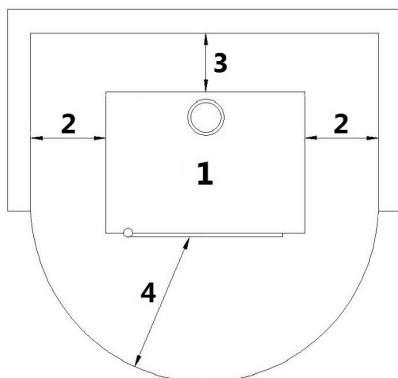

Fig. 19 - Installazione generica
LEGENDA	Fig. 19
- È obbligatorio installare la stufa staccata da eventuali muri e/o mobili, con un giro d'aria minimo di 300 mm ai lati, di 200 mm sul retro, per consentire un efficace raffreddamento dell'apparecchio e una buona distribuzione del calore nell'ambiente (vedi Fig. 19).
- Se le pareti sono in materiale infiammabile, verificare le distanze di sicurezza (vedi Fig. 19).